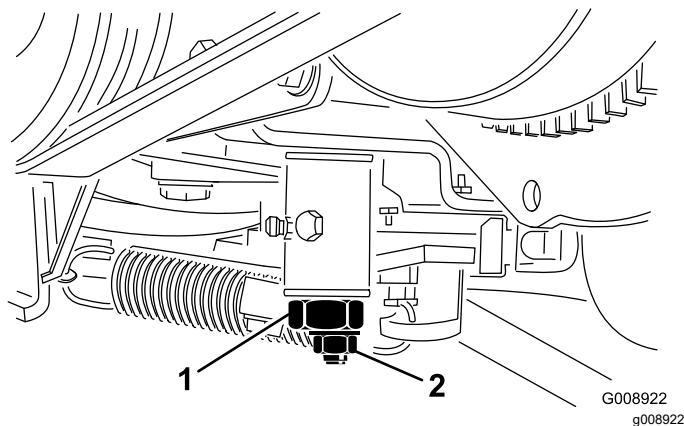

図 53
4. トラクション調整カムのロックナットをゆるめる [図 53]。